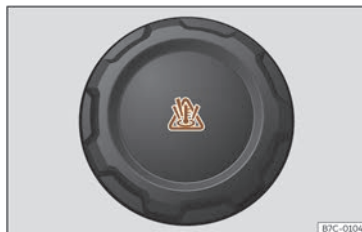

Fig. 186 Compartiment avant : bouchon du vase d'expansion du liquide de refroidissement.
- Le vase d'expansion du liquide de refroidissement du moteur est reconnaissable par le symbole sur le couvercle 🛢 >>> **fig. 186**